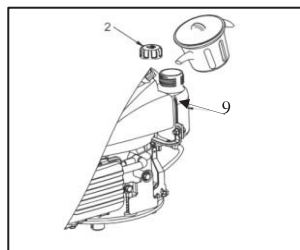

Fig. 4
1. Retirez le bouchon du réservoir (2).
2. Ajoutez le carburant au bas de la limite de niveau de carburant dans le col du réservoir de carburant (9). (Voir la figure 4)